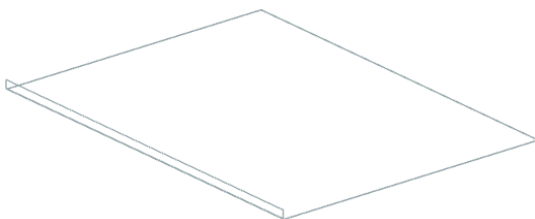

图 11-168 创建弯边特征
(1) 选择“菜单(M)”→“插入(S)”→“折弯(N)”→“弯边(F)...”，或单击“主页”选项卡“折弯”面组上“弯边”按钮, 打开图 11-168 所示“弯边”对话框。
(4) 在“弯边”对话框中，单击 **应用** 按钮，创建弯边特征 1，如图 11-168 所示。